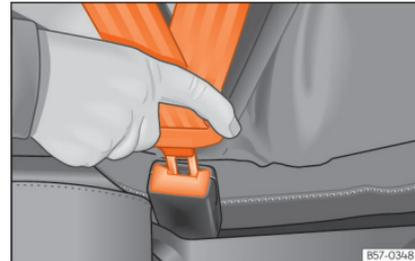

Fig. 14 Inserir a lingueta do cinto de segurança no fecho correspondente.
- Encaixe a lingueta no fecho do respetivo banco »» **Fig. 14**.